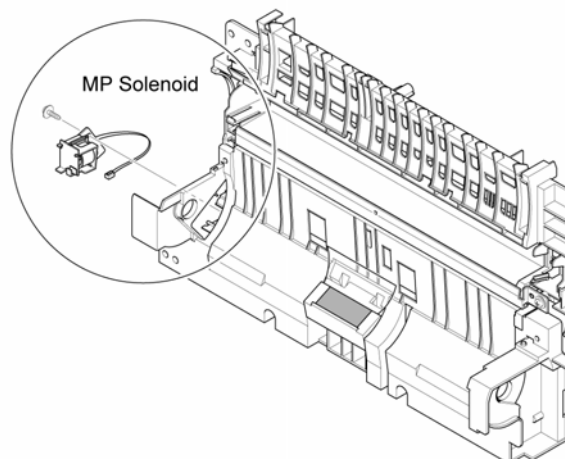

Рисунок 6
10. Выкрутите винт, который крепит соленоид МР, и снимите его, рисунок 6.